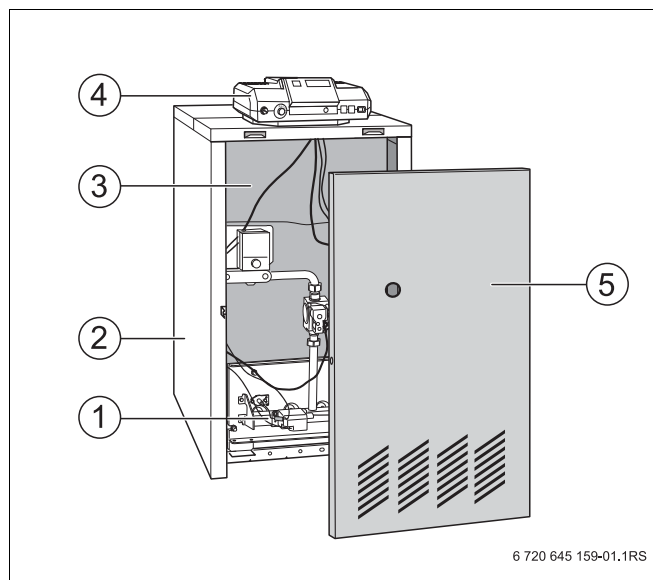

Рис. 1 Специальный газовый отопительный котел Logano G124 WS
Отопительный котел Logano G124 WS (Рис. 1) оснащен на заводе встроенной газовой горелкой и системой управления.
- Котловой блок с теплоизоляцией (Рис. 1, **поз. 3**) и газовой горелкой (Рис. 1, **поз. 1**). В котловом блоке тепло, производимое горелкой, передается воде, циркулирующей в системе отопления.
- Обшивка (Рис. 1, **поз. 2**) и передняя стенка котла (Рис. 1, **поз. 5**). Обшивка котла и теплоизоляция препятствуют потерям энергии.
- Система управления (Рис. 1, **поз. 4**). Система управления служит для контроля и регулирования отопительной системы.